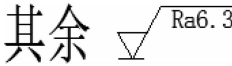

图 9-41 设定文本格式
(8) 然后调整合适的字体和合适的位置，结果如图 9-41 所示。